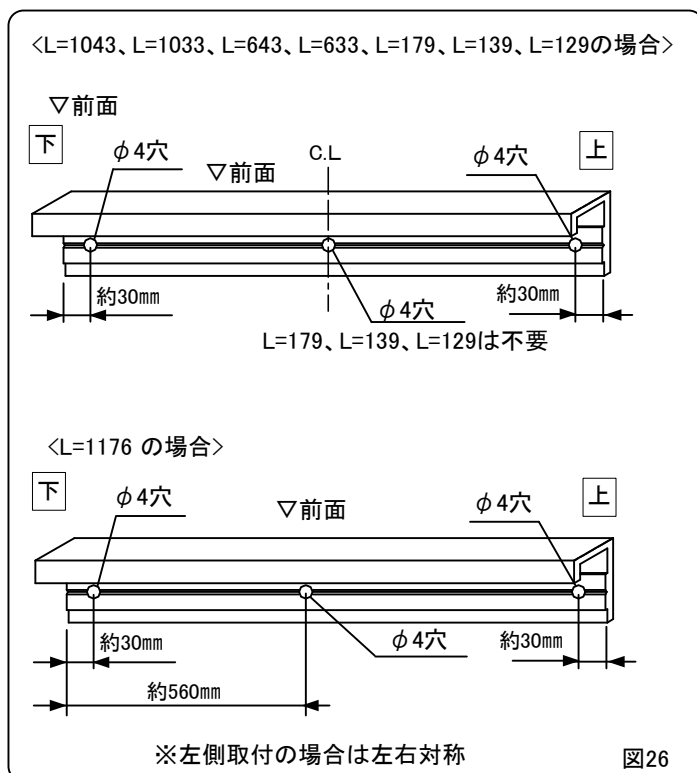

図26
- ②右表の台輪高さに合わせて、見切り部材ホワイト(L=189)をカットする。
- ③取付穴を加工する。(図26)